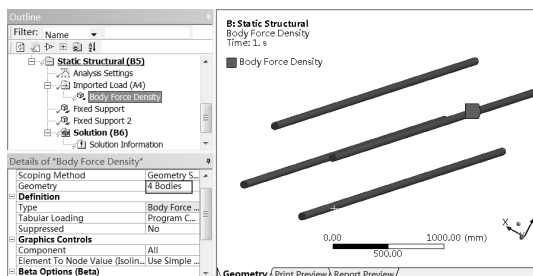

图 19-50 选择实体
Step3：选择如图 19-50 所示绘图区域中的导线模型，单击 Apply 按钮确定。